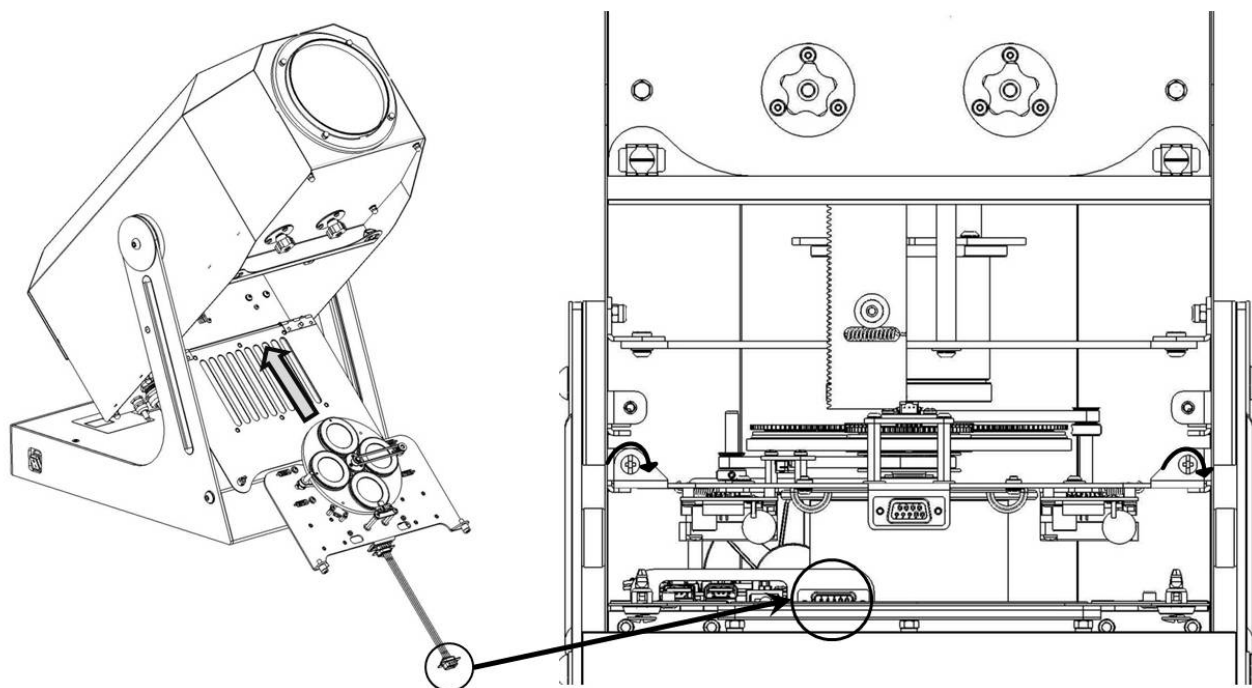

Fig. 22
2. Inserire il componente nel proiettore come in Fig.22.
3. Serrare le viti di fissaggio del componente 1 (Fig.22).
4. Collegare lo spinotto (Fig.22)